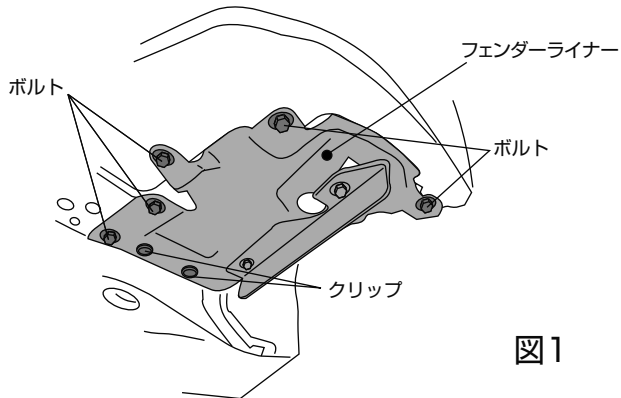

図1
1. 車体をリフトアップしボルトとクリップを外しフェンダーライナーをめくってください。(図1)